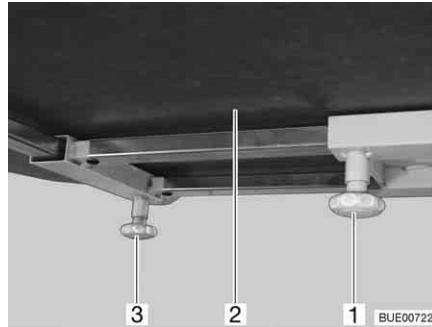

Fig. 98 Spostamento del piano del tavolo (alternativa)
- Svitare la vite a testa cilindrica zigrinata (Fig. 98,1).
- Spingere il piano del tavolo (Fig. 98,2) nella posizione desiderata.
- Svitare la vite a testa cilindrica zigrinata (Fig. 98,3).